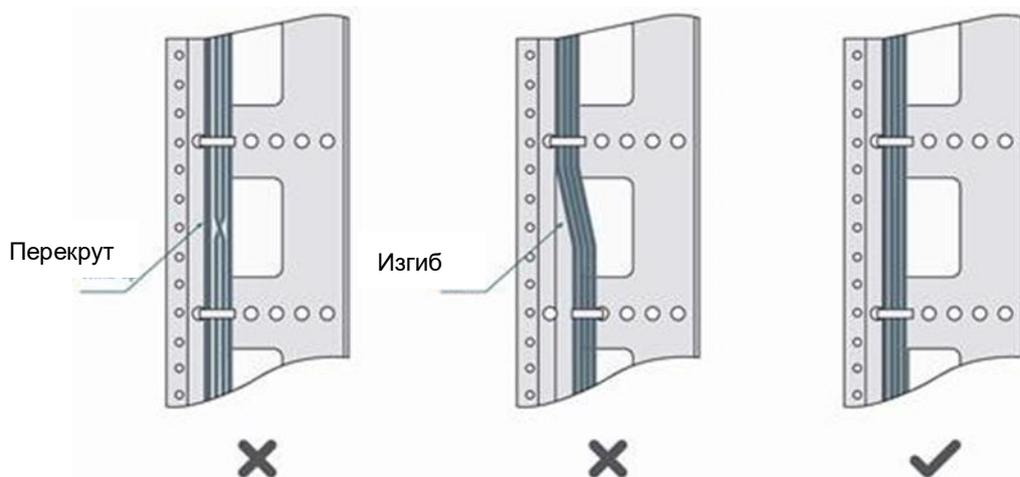

Рисунок 9. Стяжка проводов(1)
- Кабели должны быть аккуратно и правильно стянуты, как показано на Рисунок 9.